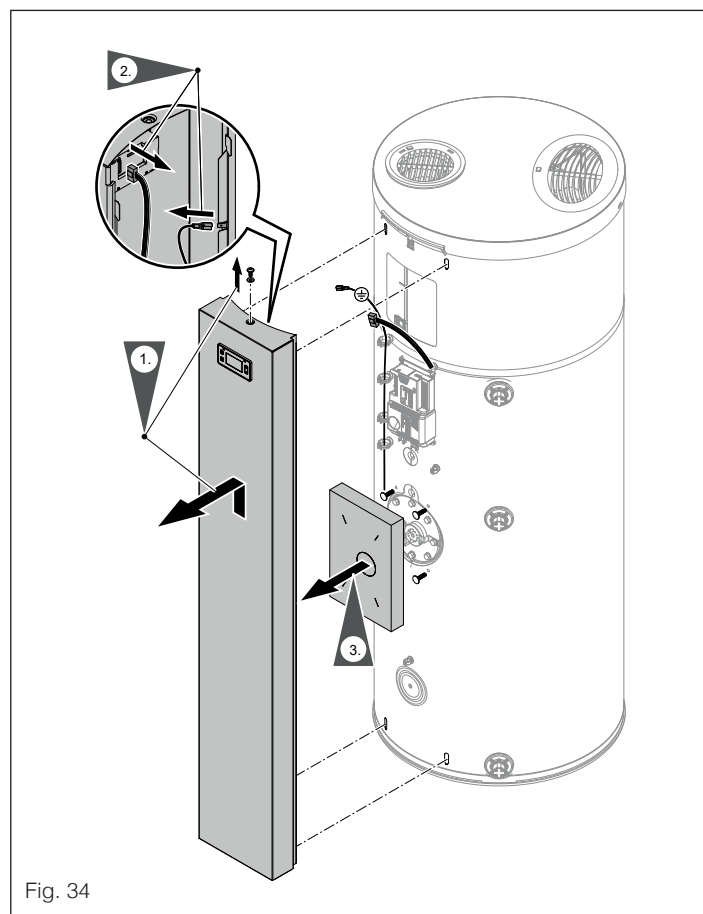

Fig. 34
- 2 Smontare il pannello frontale, vedi "Fig. 34".
- 3 Smontare il pannello frontale, vedi "Fig. 34".
- 9 Montare il pannello frontale con il cavo di messa a terra, vedi "Fig. 34".
- 2 Smontare il pannello frontale, vedi "Fig. 34", "9.4 Smontaggio del pannello frontale" a pagina 25.
- 4 Montare il pannello frontale con il cavo di messa a terra, vedi "Fig. 34".